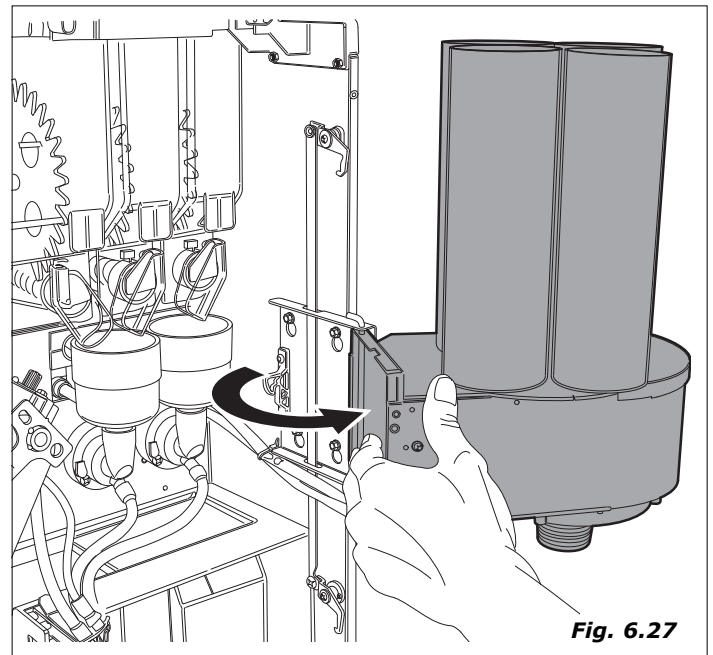

Fig. 6.27
- saisir le cup dispenser avec la relative colonne verres et déplacer ceux-ci en avant en déterminant la rotation vers l'extérieur de la machine (Fig. 6.27)